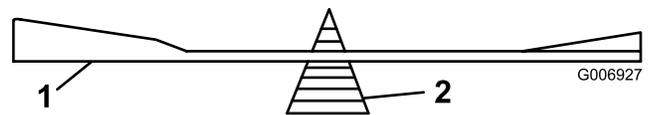

Bild 41
2. Überprüfen Sie die Auswuchtung jedes Messers auf einer Ausgleichmaschine (Bild 41). Wenn das Schnittmesser in der horizontalen Position bleibt, ist es ausgewuchtet und kann verwendet werden. Feilen Sie, wenn das Schnittmesser nicht ausgewuchtet ist, an der Rückseite des Messers etwas Metall ab. Wiederholen Sie diesen Vorgang, bis das Messer ausgewuchtet ist.